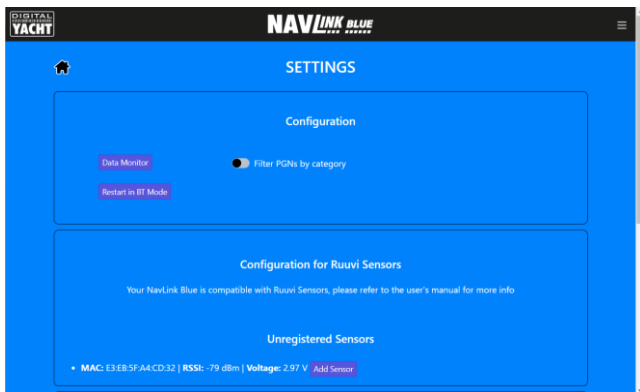

Figure 2
- Pour terminer la configuration des capteurs Ruuvi que le NAVLink Blue a détectés à la section 3.3, vous devez accéder à la page Settings en cliquant sur le bouton Settings de la page d'accueil. Vous devriez voir la page Settings illustrée à la Fig 2.